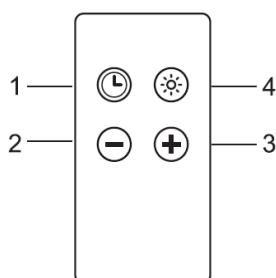

Рис. 7
- Вытяжкой WK-11 Clarus II можно управлять с помощью пульта дистанционного управления (рис. 7).
Определение кнопок (рис. 7)